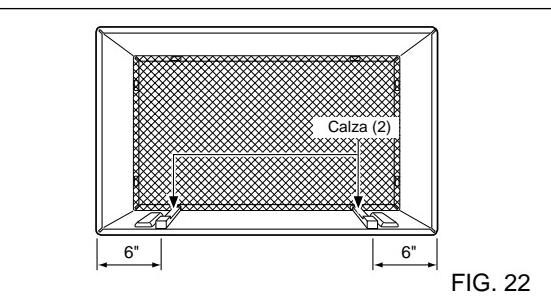

FIG. 22
- 7** Quite la parte trasera de las calzas de 13" y acópelas tal y como se muestra en la FIG 22. La parte más alta de la calza se debe colocar frente al borde de la base del soporte de la pared.